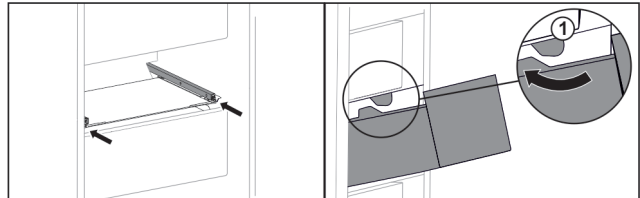

Fig. 50
- ▶ Обведите выдвижной ящик вокруг стопора Fig. 50 (1).